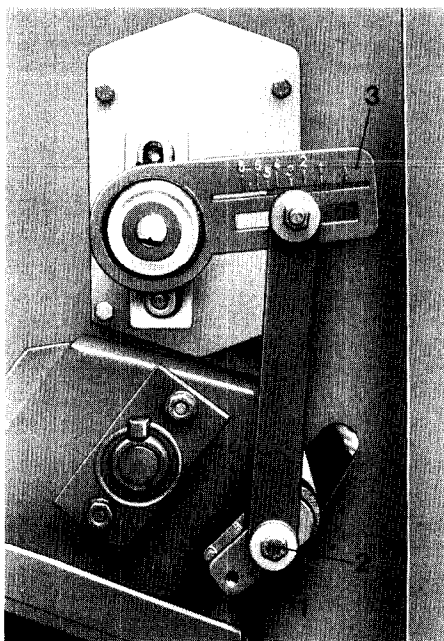

Fig. 48
Serrer dans le levier-manivelle (fig. 48/1) solidaire de l'arbre de distribution la vis de tête hexagonale avec le palier de la bielle de poussée (fig. 48/2) sur le repère 0, A, B ou C selon les indications fournies par le tableau de débit du produit.
Sur l'échelle du coulisseau (fig. 48/3) se trouvent les chiffres repères qui figurent par ailleurs sur les tableaux de réglage. Les chiffres les plus élevés correspondent aux débits les plus importants. Le coulisseau (fig. 48/3) est utilisé pour effectuer un réglage affiné.
- j) En modifiant le réglage sur le coulisseau (fig. 48/3) p.ex. du repère A 2 au repère A 3 ou du repère A 8 sur B 1, on modifie la quantité de poudre distribuée de 10 %, ce qui dans les exemples ci-dessus, augmente le dosage de 10 %.